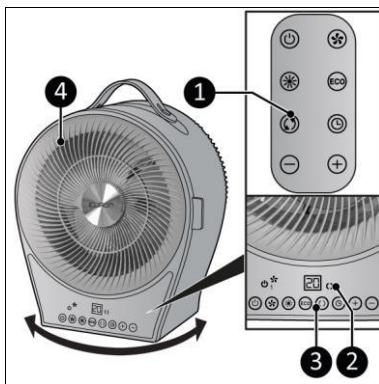

Figure 10
1. Appuyez sur la touche de mouvement du panneau de commande (figure 10, pos. 3) ou de la télécommande (figure 10, pos. 1).
3. L'appareil (figure 10, pos. 4) commence à tourner de gauche à droite selon un angle de 70°.